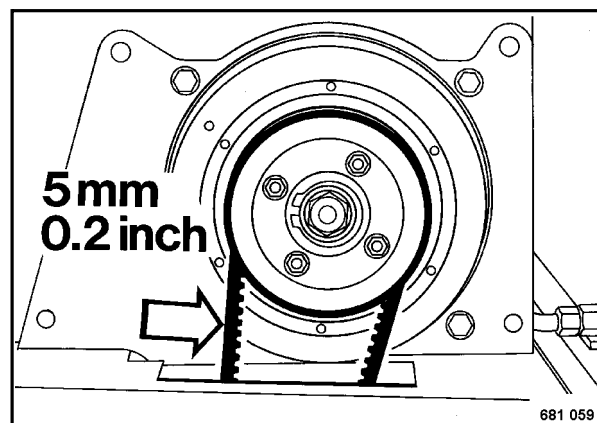

Fig. 5
- Comprobar la correa trapezoidal (Fig. 5) por su estado y tensión. La correa trapezoidal deteriorada debe cambiarse..